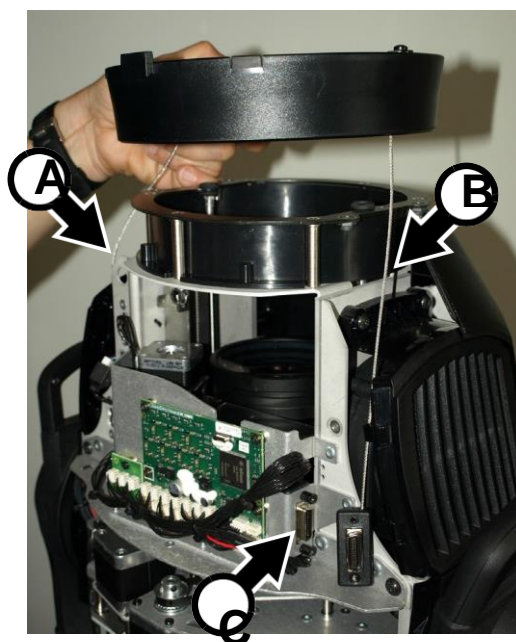

Рисунок 4
9. См. рисунок 4. Выровнять установочное кольцо комплекта Veam над головой так, чтобы страховочный трос комплекта прошел через прорезь **A** в передней части головной части над точкой механической фиксации страховочного троса, при этом провод крепления разъема пройдет сквозь прорезь **B** в противоположной стороне головной части, над патроном для линзы **C**.